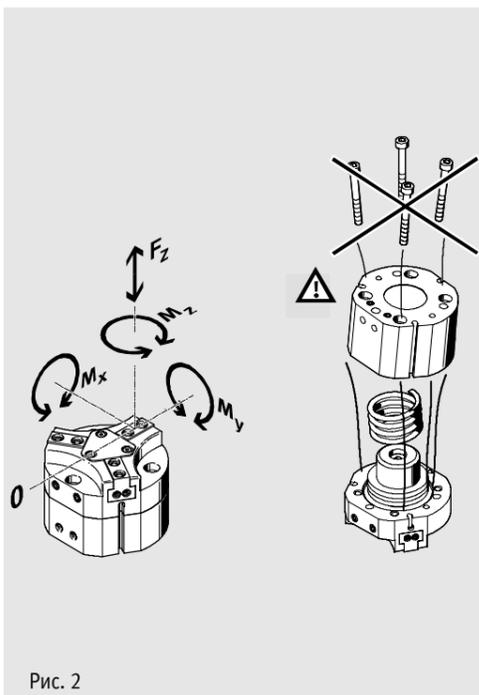

Рис. 2
При демонтаже крышки поршня: Большое усилие пружины выталкивает крышку поршня в HGDT-...G... наружу (рис. 2, справа). Учитывать, что крышка поршня имеет предварительное натяжение до 1300 Н.
По монтажу пальцев захвата: Используйте по возможности короткие и легкие пальцы захвата. Следить за соблюдением максимально допустимых значений следующих параметров (см. главу «Технические данные»): – усилия Fz, – моментов Mx, My и Mz (см. рис. 2, слева), – длины пальца захвата (X).